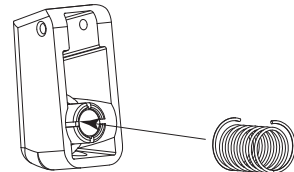

Figure 2
- Mettre en place le ressort, autour de l'aimant (comme indiqué figure 2).
- **Etape 5:** Dégager le boîtier (capteur effet Hall-Rep.8 figure 2) de son logement situé derrière la gâchette dans la partie supérieure de la crosse, au moyen d'un tournevis plat.
- **Etape 6:** Dévisser la carte (Rep.6 figure 2) de fond de crosse et la sortir de la crosse
- **Etape 7:** Débrancher le connecteur noir (Rep.9 figure 2)
- **Etape 8:** Dévisser le serre câble (Rep.7 figure 2) situé sur le blindage de la carte électronique.
- **Etape 2:** Enfiler le câble dans la crosse en respectant son positionnement (voir figure 2).
- **Etape 3:** Fixer le serre câble (Rep.6 figure 2) (qu'il aura récupéré) sur le blindage de la carte en respectant le positionnement.
- **Etape 5:** Fixer la carte (Rep.5 figure 2) dans le fond de la crosse à l'aide des deux vis.
- **Etape 6:** Remettre le boîtier capteur (Rep.7 figure 2) dans son logement.